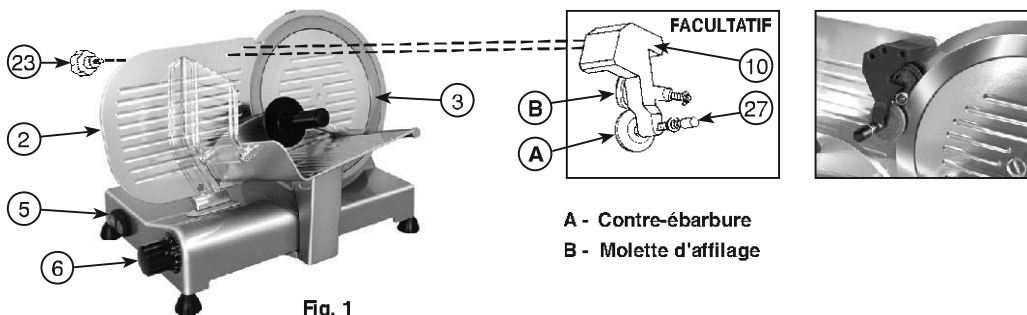

Fig. 1
- Positionner le séparateur mobile (2) à la distance maximum de la lame (3) en tournant le bouton gradué (6).
- Appliquer le bloc affûteur (10) sur le séparateur mobile (2) comme indiqué sur la fig. 1 en le bloquant sur celui-ci à l'aide de la poignée (23).
- Appuyer sur l'interrupteur actionnant le moteur (5) pour mettre en route l'affûtage automatique; si nécessaire, tourner le bouton gradué (6) jusqu'à ce que la meule affûteuse tourne avec la lame.
- Laisser aiguiser automatiquement la lame pendant environ une minute, procéder ensuite en pressant le bouton de la meule contre-bavure (27) pendant environ deux-trois secondes; ne plus exercer de pression sur le bouton et éteindre en même temps le moteur.
- Après l'affûtage, ôter l'affûteur (10) du séparateur mobile (2) et le replacer dans son logement d'origine.